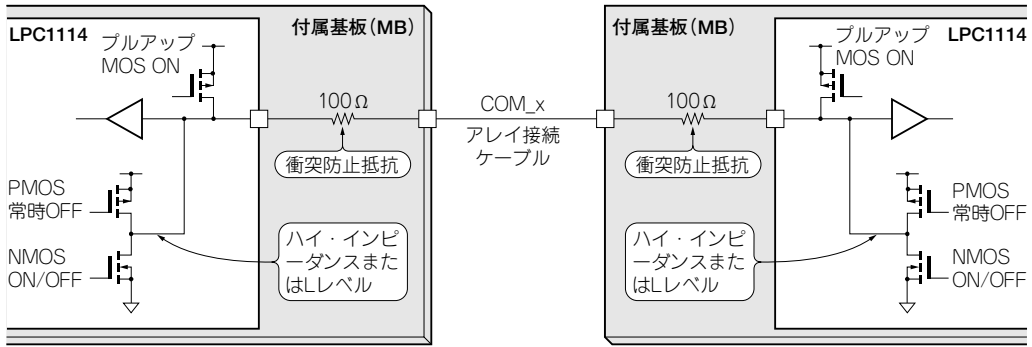

図3 アレイ間の1-wire シリアル通信回路
付属基板 (MB) 間のアレイ通信は、図 3 に示す回路による 1-wire 型の非同期シリアル通信で行います。送信も受信も同じ 1 本のワイヤを通して行うので、同時送受信はできません (半二重通信)。